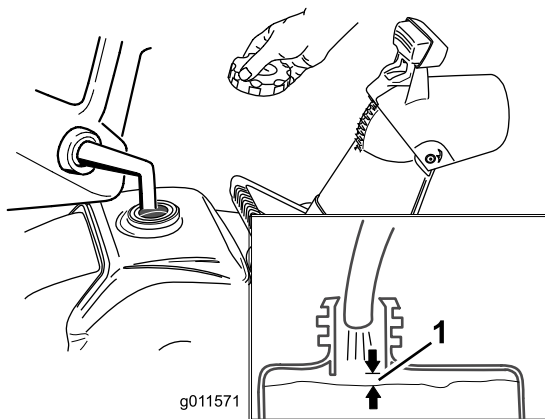

Figure 12
Faites le plein avec de l'essence sans plomb ordinaire fraîche d'une marque réputée ayant un indice d'octane égal ou proche de 87 (Figure 12).
1. Ne remplissez par le réservoir de carburant excessivement (voir Figure 12) et vissez solidement le bouchon du réservoir.